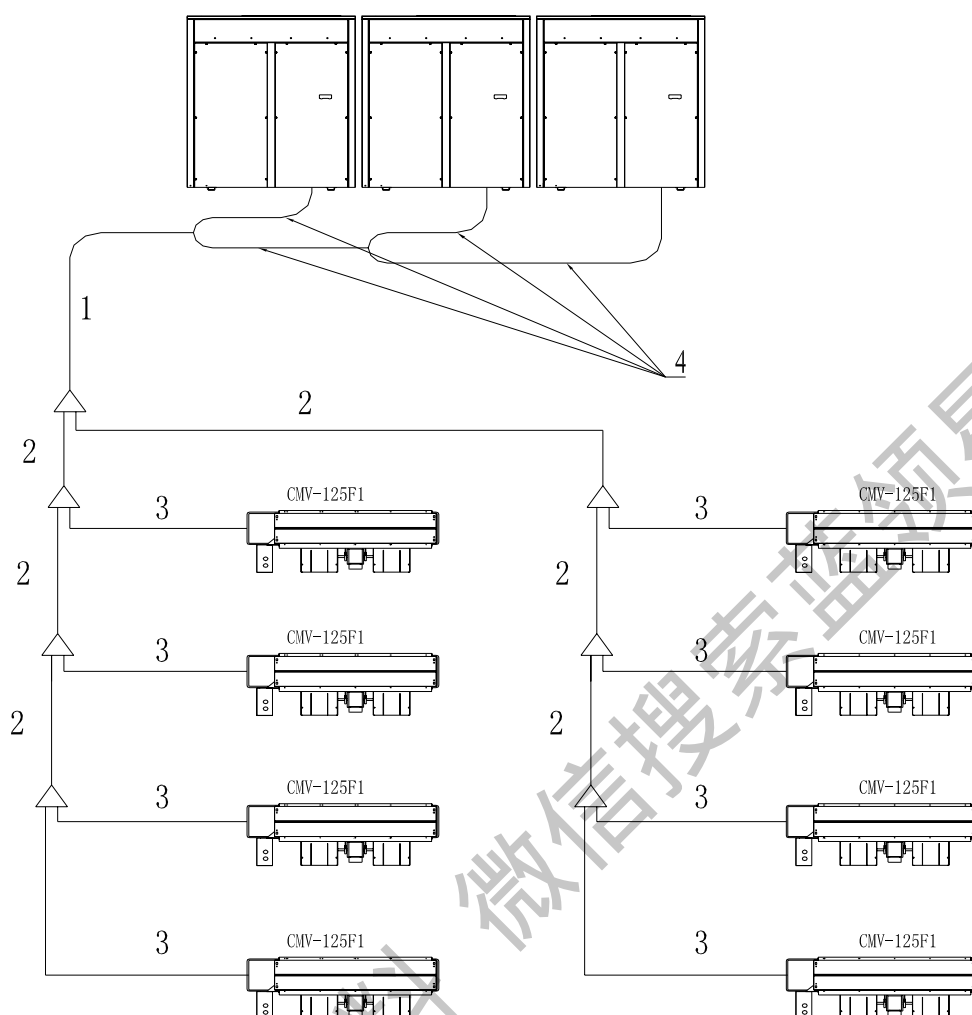

图 48: 配管命名示意图
为了方便表达，对配管进行统一命名，见表 4 及示意图 48。
主管是指室外侧第一分歧至室内侧第一分歧之间的管道（图 48 中编号为“1”的铜管，或图 52 中编号为“5”和“6”的铜管及图 53 中编号为“5”和“6”的铜管），主管管径的大小与室外系统总能力的大小有关，其管径的选择表如下：
8.4 内侧配管的管径选择与安装 (图 48 中编码为“2”、“3”的铜管)
一、 内侧主配管管径的选择 (图 48 中编码为“2”的铜管)
二、 内侧支配管管径的选择 (图 48 中编码为“3”的铜管)